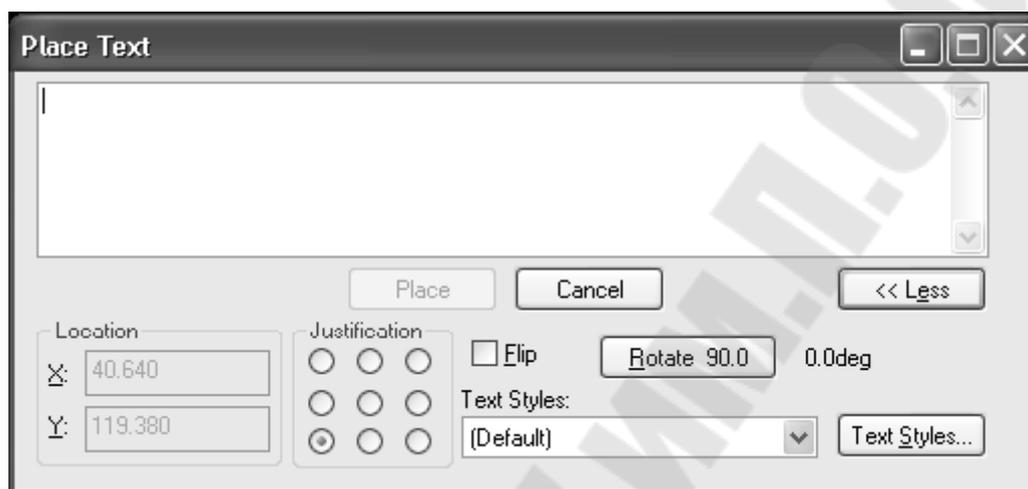

Рис. 1.5. Редактирование текста
**Place Text** - ввод текста. Выбрать команду, указать место расположения текста, ввести текст (рис.1.5.). Эта команда используется для ввода функционального значения символа микросхемы (D, &, RG и т.д.).